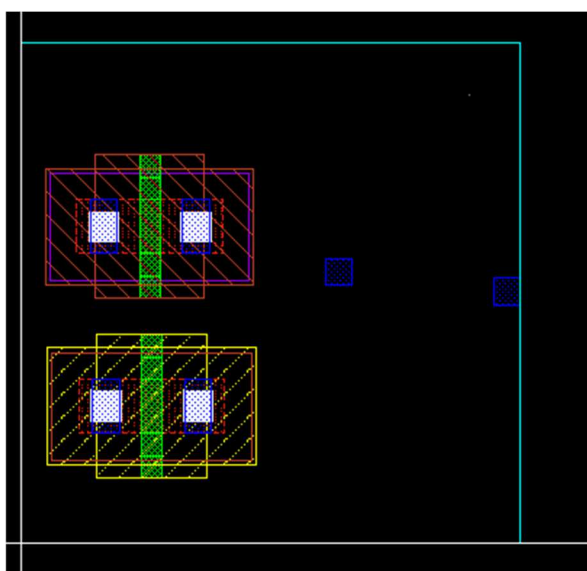

Рисунок 28 – Граница стандартной ячейки
4. Для правильного размещения компонентов внутри ячейки необходимо настроить высоту и ширину рамки, отмеченной бирюзовым цветом (рисунок 28).